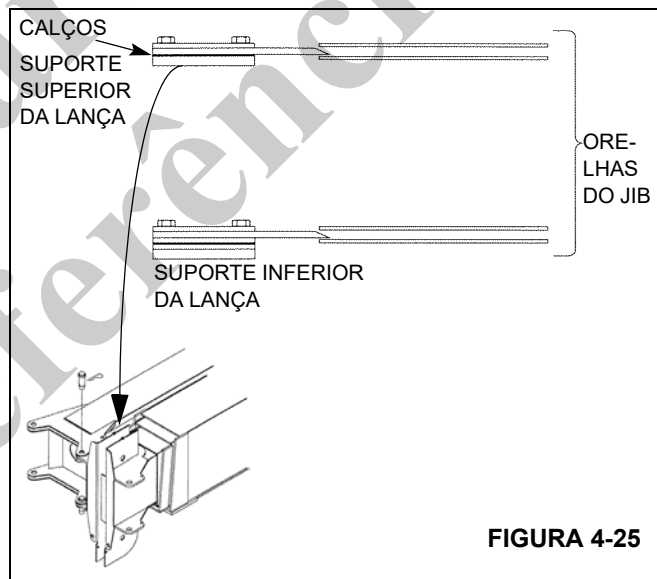

FIGURA 4-25
6. Lentamente retraia a lança até que as orelhas do jib estejam a até 13 mm (0.50 pol.) dos conjuntos das orelhas na primeira seção da lança. Observe o alinhamento vertical das orelhas do jib e dos conjuntos das orelhas e inclua ou remova calços até que o jib fique apoiado pelas orelhas do jib. Normalmente, o jib ficará apoiado somente no suporte superior, Figura 4-25.